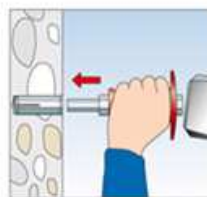
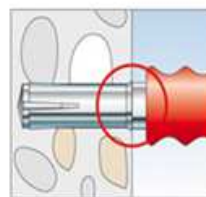

Bild 3
Bild 4
4. Hierauf wird mit dem Einschlagwerkzeug (dünne Seite Ø13mm) die Hülse durch das Eintreiben des innenliegenden Stifts aufgespreizt und gegen die Bohrlochwand verspannt [Bild 3 und Bild 4].